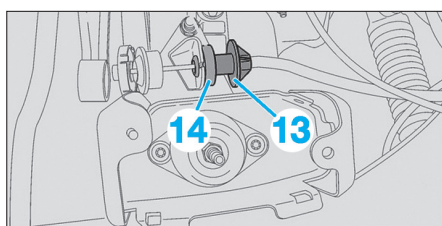

Fig. 48
- l'embout gaine (13) (Fig.48),
- le tampon (14),